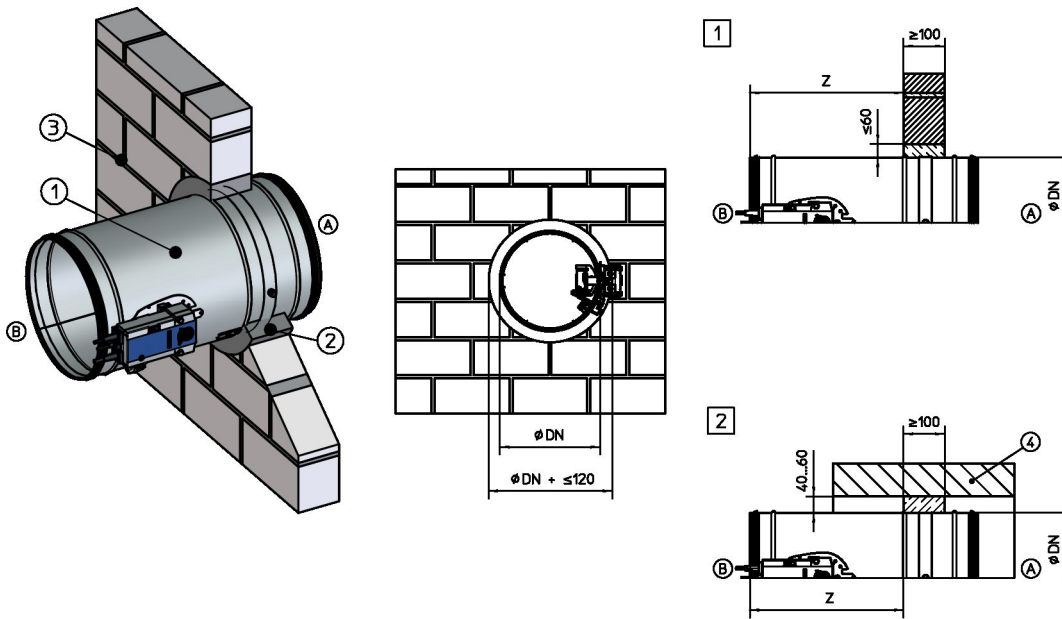
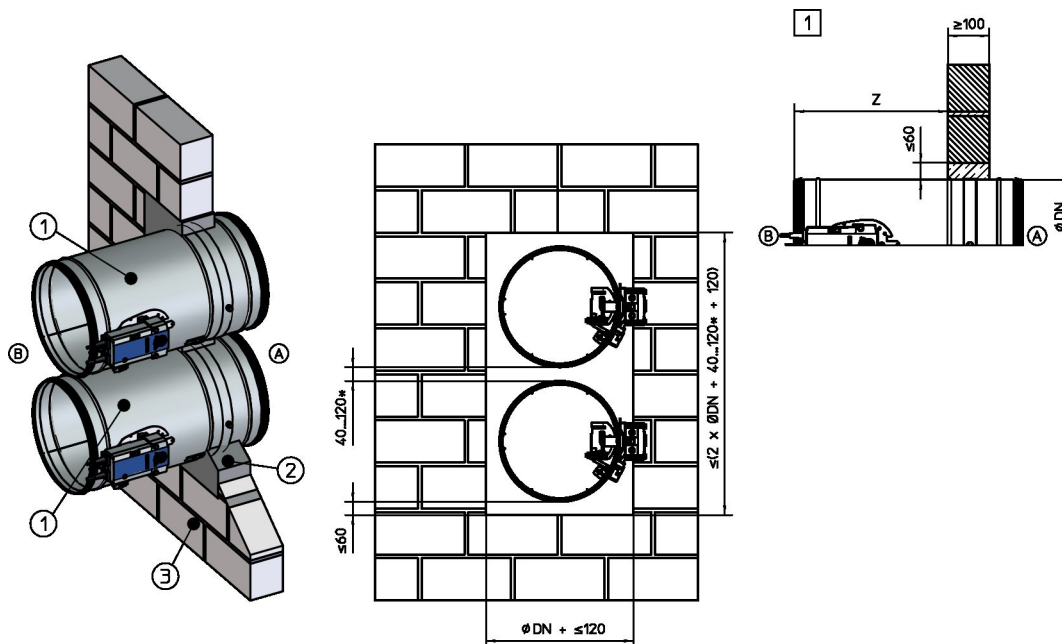

Fig. 5: Instalación en pared
Fig. 6: Instalación "entre bridas" con mortero en pared maciza, una sobre otra (como se muestra) o en paralelo
2. ▶ Introducir la compuerta cortafuego en la abertura de instalación y fíjela. En este caso, para la distancia [z] deberá tener en cuenta Fig. 5 o Fig. 6 .